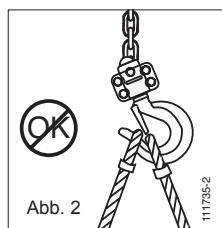

Abb. 2
1. Überprüfen, daß der Bravo™ AC Hebelzug korrekt am Gerätehaken (Pos. 5, Abb. 1) angeschlagen und die Sicherungsklappe des Gerätehakens (Pos. 6, Abb. 1) geschlossen ist (siehe Abb. 2 und 3).
1. Das Anschlagmittel für die Last muß im Hakengrund liegen und darf das Schließen der Sicherheitsklappe nicht behindern (siehe Abb. 2 und 3).